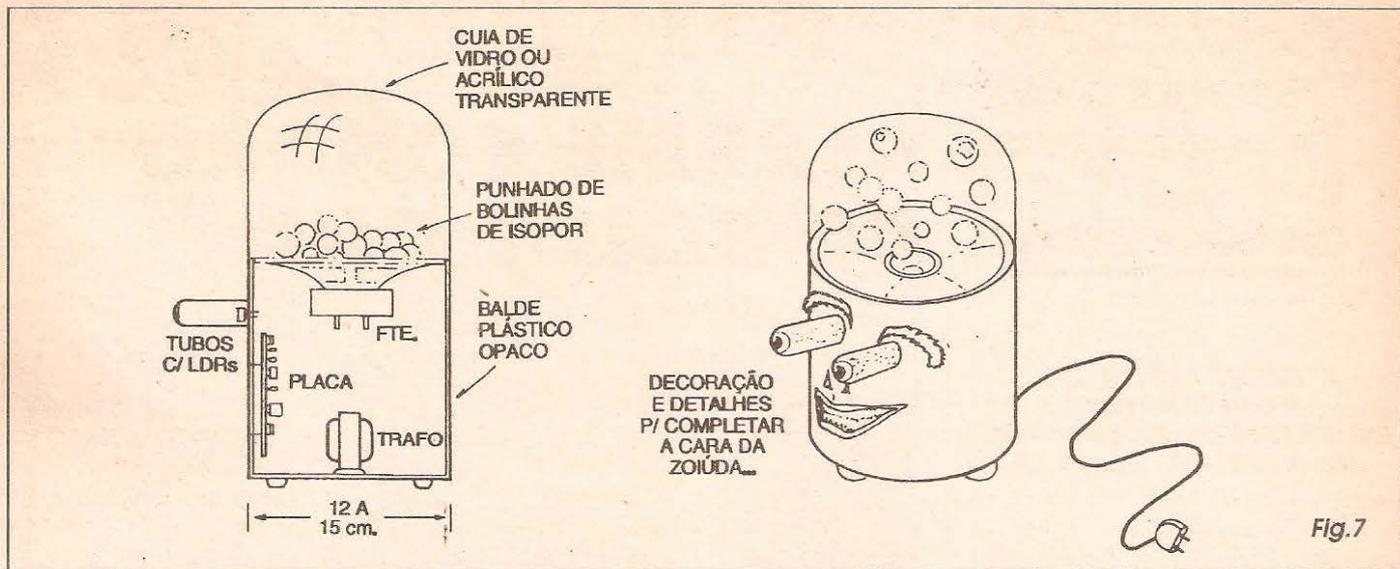

Fig.7
- FIG. 7 - DANDO FORMA FINAL À...COISA... - Os dois itens da figura dão suficientes detalhes práticos para que os leitores/hobbystas entendam o verdadeiro espírito da coisa... A parte principal da cabeça de robô (ou corpo da pipoqueira...) é formada pelo balde plástico (ou *container* cilíndrico equivalente...), nele sendo embutidos os principais módulos do circuito, transformador, placa, etc. O interruptor e o *rabicho* podem ser posicionados na base ou na traseira do conjunto, ficando a parte inferior guarnecida pelos pés de borracha, parafusados ou colados... Na boca